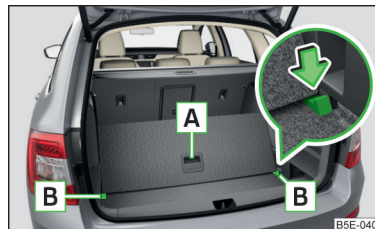

Fig. 114 Dividir el maletero con suelo de carga variable
- Eleve la parte posterior del suelo de carga variable por el tirador **A** » fig. 114.